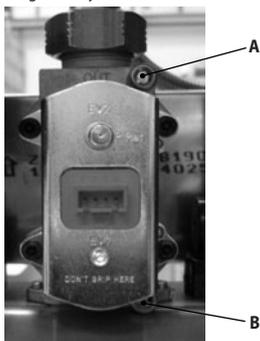

Figura 7.1
Con la caldera apagada (fuera de servicio), compruebe la presión de alimentación usando la toma B en la Figura 7.1 y compare el valor indicado con los mostrados en la tabla Presiones de alimentación de gas de
• Vuelva a cerrar bien la toma de presión **B** en la Figura 7.1.
• Abra la toma de presión **A** en la Figura 7.1 y conecte un manómetro.